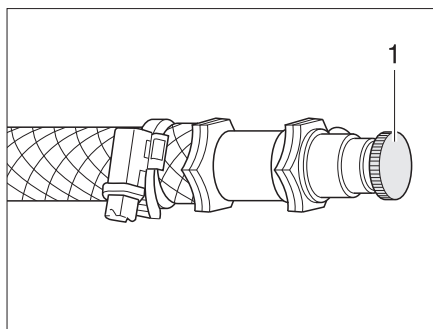

Fig. 248 Soupape de purge pour le chauffage à eau chaude
- Ouvrir la soupape de purge (Fig. 248,1) et la laisser ouverte, jusqu'à ce l'air soit complètement évacué du circuit.